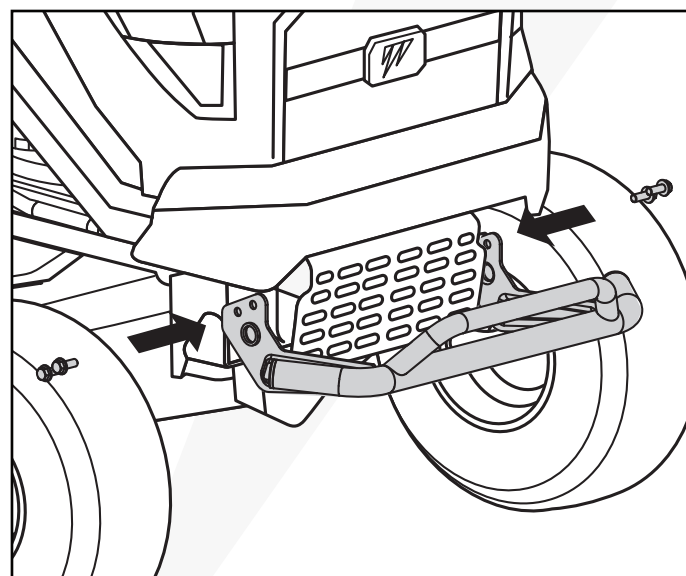

Fig. 5
1. Coloque la barra del parachoques en la parte delantera del tractor. (Fig. 5)
2. Instale la barra del parachoques con los cuatro tornillos suministrados (dos en cada lado) con un par de 15-19 pieslibra. (Fig. 5)